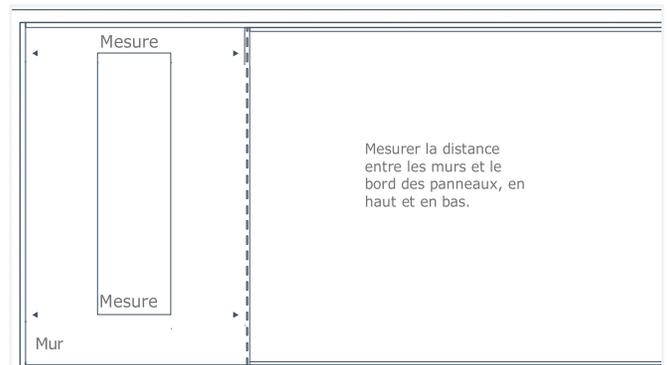

Fig. 12
7. Vérifiez périodiquement l'installation pour vous assurer que les panneaux continuent d'être installés en rangs droits. Pour ce faire, mesurez la distance entre le mur et le bord des panneaux aux deux extrémités du panneau (Fig. 12). Si les deux mesures sont identiques, les panneaux sont correctement alignés. Si les mesures sont inégales, vous devrez corriger le positionnement du panneau.